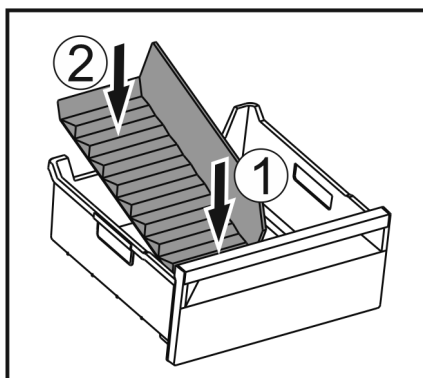

Fig. 244
- Vložte přední část přepážky přihrádky na led. Fig. 244 (1)
- Zadní část přepážky přihrádky na led spusťte až na dno zásuvky. Fig. 244 (2)